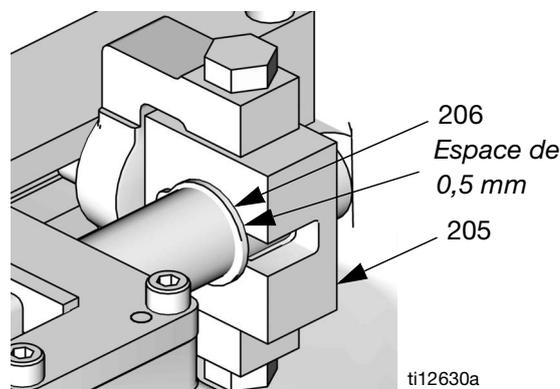

Fig. 29 : Jonc d'arrêt de la barre de rapport
- l. Desserrer les vis à tête cylindrique (204) situées sur le pivot de réglage du rapport.
- m. Tourner le bouton de réglage du rapport (201) dans le sens des aiguilles d'une montre pour augmenter le rapport et dans le sens inverse des aiguilles d'une montre pour diminuer le rapport afin de régler le bras au rapport souhaité (**1.19 sur l'exemple**).
- n. Serrer les vis à tête hexagonale (204) sur le pivot de réglage du rapport.
- o. Positionner le guide de la barre de rapport (205) en laissant un écart d'environ 0,5 mm entre le guide de la barre de rapport (205) et l'anneau élastique (206) illustrés sur la FIG. 29.